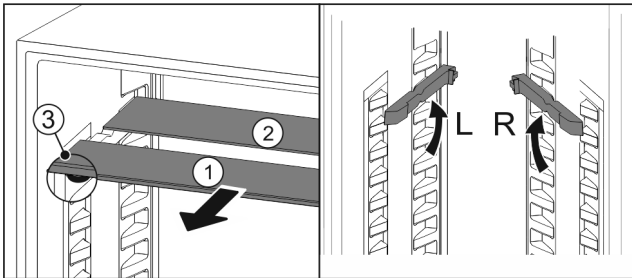

Fig. 85
- estrarre i ripiani di vetro singolarmente tirando in avanti Fig. 85 (1).
- Il piano in vetro Fig. 85 (1) con il motivo ornamentale è nella parte anteriore.
- I fermi Fig. 85 (3) sono rivolti verso il basso.